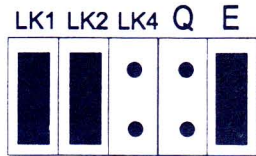

fig.9
- Monter le cavalier "E" comme indiqué sur la Fig.9